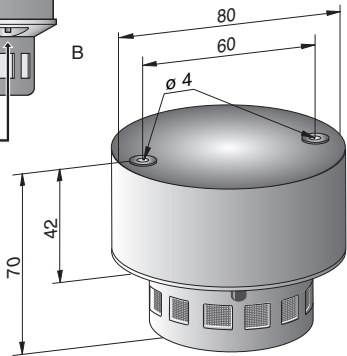

Fig. 2
- Monter le socle au plafond à l'aide du matériel de montage fourni (cotes : voir fig. 2)
- Enfin, après la période de chauffe de 2 minutes contrôler le fonctionnement du détecteur de gaz à l'aide du bouton d'essai (3)